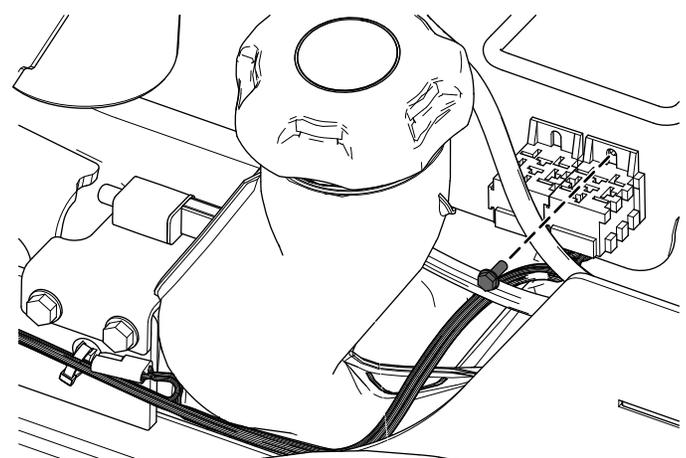

Figura 16
4. Fissate il cablaggio preassemblato accanto ai relè con la vite Taptite (Figura 16).